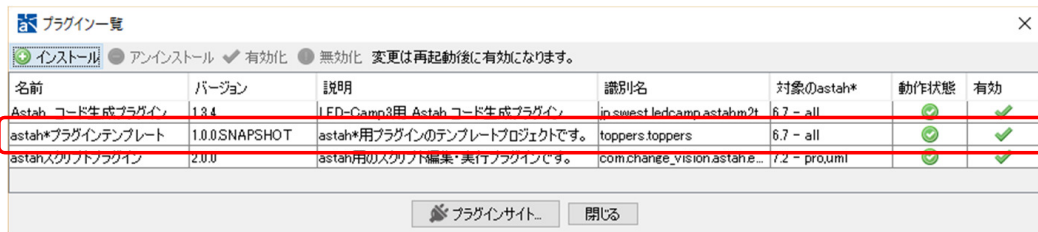

図 2 Toppers\_Flow プラグイン
**m2t** プラグイン同様にインストールください。図 2 参照。3.1.2 節に前述のように.dll ファイルの配置に制限があります。ご了承ください。**topers\_flow.dll** をこちらに置いてください。→ C:\work\toppers\toppres\_flow.dll